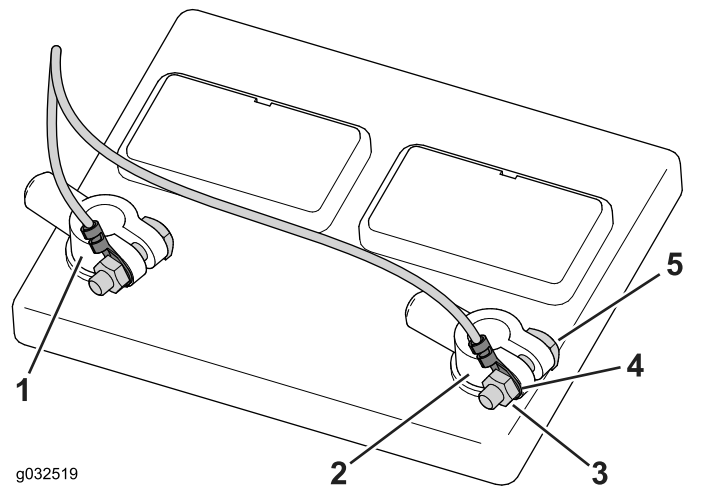

Bild 42
1. Lösen und entfernen Sie die Minuspolklemme und dann die Pluspolklemme von der Batterie (Bild 42).
3. Befestigen Sie den Minuskabelschuh an der Minuspolschraube und setzen die Mutter lose auf (Bild 42).
4. Befestigen Sie den Pluskabelschuh an der Pluspolschraube und setzen die Mutter lose auf (Bild 42).
5. Befestigen Sie die Pluspolklemme am Pluspol der Batterie und die Minuspolklemme am Minuspol der Batterie (Bild 42).